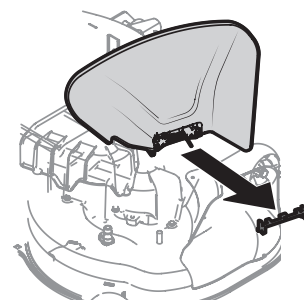

Figure 12
- Abaissez le déflecteur d'éjection et jetez le support. Voir Figure 12.